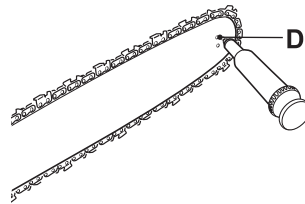

Fig.39
2. À l'aide d'un pistolet de graissage jetable, insérez l'embout de l'aiguille dans le trou de lubrification (D) et injectez la graisse jusqu'à ce qu'elle apparaisse sur le bord extérieur du pignon (Fig. 39).